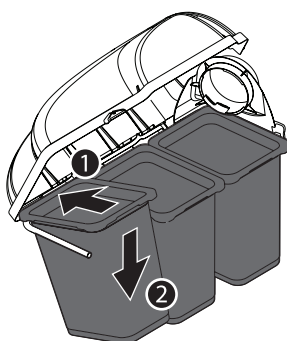

Figure 18
9. Installez les 3 sacs à herbe (664-05681) sur leur support en insérant d'abord la partie avant du sac (1), puis la partie arrière jusqu'à ce que chaque sac soit correctement placé sur son support (2) comme indiqué dans la Figure 18.